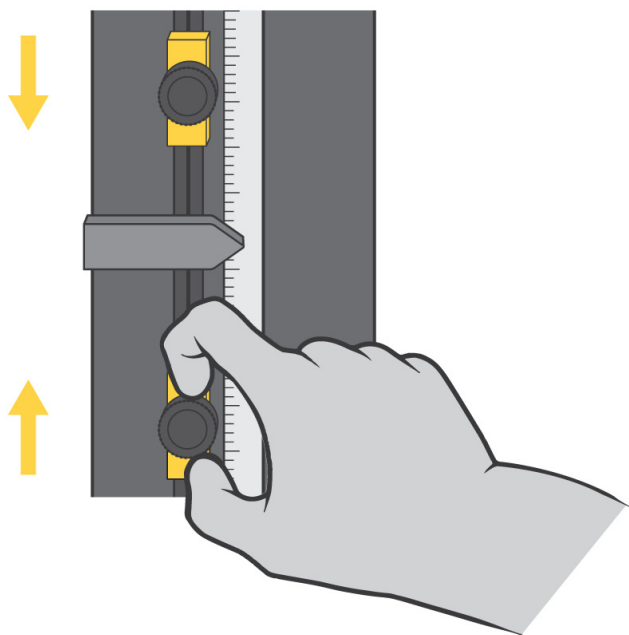

Figure 20. Réglage des butées de fin de course
Les butées de fin de course de traverse sont constituées par deux blocs réglables montés sur la tringle des contacteurs de fin de course située dans la colonne de la machine, comme illustré en Figure 20 à la page 116. Les butées de fin de course (1 et 2) possèdent des vis moletées qui peuvent être serrées et desserrées à la main de manière à les fixer dans une position quelconque sur la tringle des fins de course. Positionnez ces butées légèrement au-delà des paramètres d'essai pour éviter tout dépassement de course de la traverse. Lorsque la traverse atteint sa course maximale prédéfinie, la came de commande du contacteur fin de course (3) entre en contact avec la butée correspondante. Ce contact entre la came et la butée déplace la tringle des fins